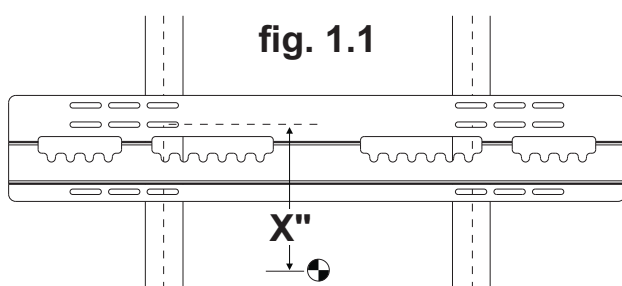

fig. 1.1
- 1** La plaque murale (**A**) doit être installée uniquement à deux montants espacés de 16 po, 20 po ou 24 po. Repérez le bord des montants à l'aide d'un localisateur de montants. L'utilisation d'un localisateur de montants « bord à bord » est fortement recommandée. Après avoir repéré les bords, tracez une ligne verticale le long du centre de chaque montant. Posez la plaque murale sur le mur et utilisez-la comme gabarit. Les fentes de montage supérieures doivent être situées X po au-dessus du centre d'exposition, comme illustré à la figure 1.1 et 1.2. Mettez la plaque à niveau et marquez le centre des quatre trous de fixation. Veillez à ce que les trous de fixation soient sur la ligne médiane du montant. Percez quatre trous de 5/32 po (4 mm) de dia. et de 2 po (51mm) de profondeur. Veillez à ce que la plaque murale soit de niveau et fixez-la à l'aide de quatre vis à bois (**C**) comme illustré à la figure 1.3.
- 1** Assurez-vous que la plaque murale (A) est de niveau et utilisez-la comme gabarit pour marquer l'emplacement des quatre trous de fixation. Les fentes de montage supérieures doivent être situées X po au-dessus du centre d'exposition, comme illustré à la figure 1.1 et 1.2 en page 20. Percez quatre trous de 5/16 po (8mm) de dia. à une profondeur minimale de 2,5 po (64mm). Insérez les chevilles d'ancrage (D) dans les trous au ras du mur comme illustré (à droite). Posez la plaque murale sur les chevilles d'ancrage et fixez-la à l'aide de quatre vis à bois (C). Assurez-vous qu'elle est de niveau, puis serrez toutes les fixations.